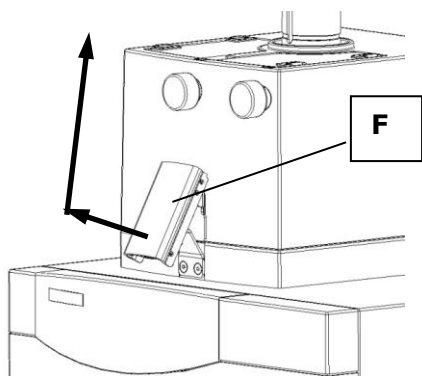

Fig.1
- Afferrare in basso e tirare la maniglia di chiusura **F**. **Fig.1**
- Aprire la calotta verso l'alto agendo sull'impugnatura. **Fig.1**